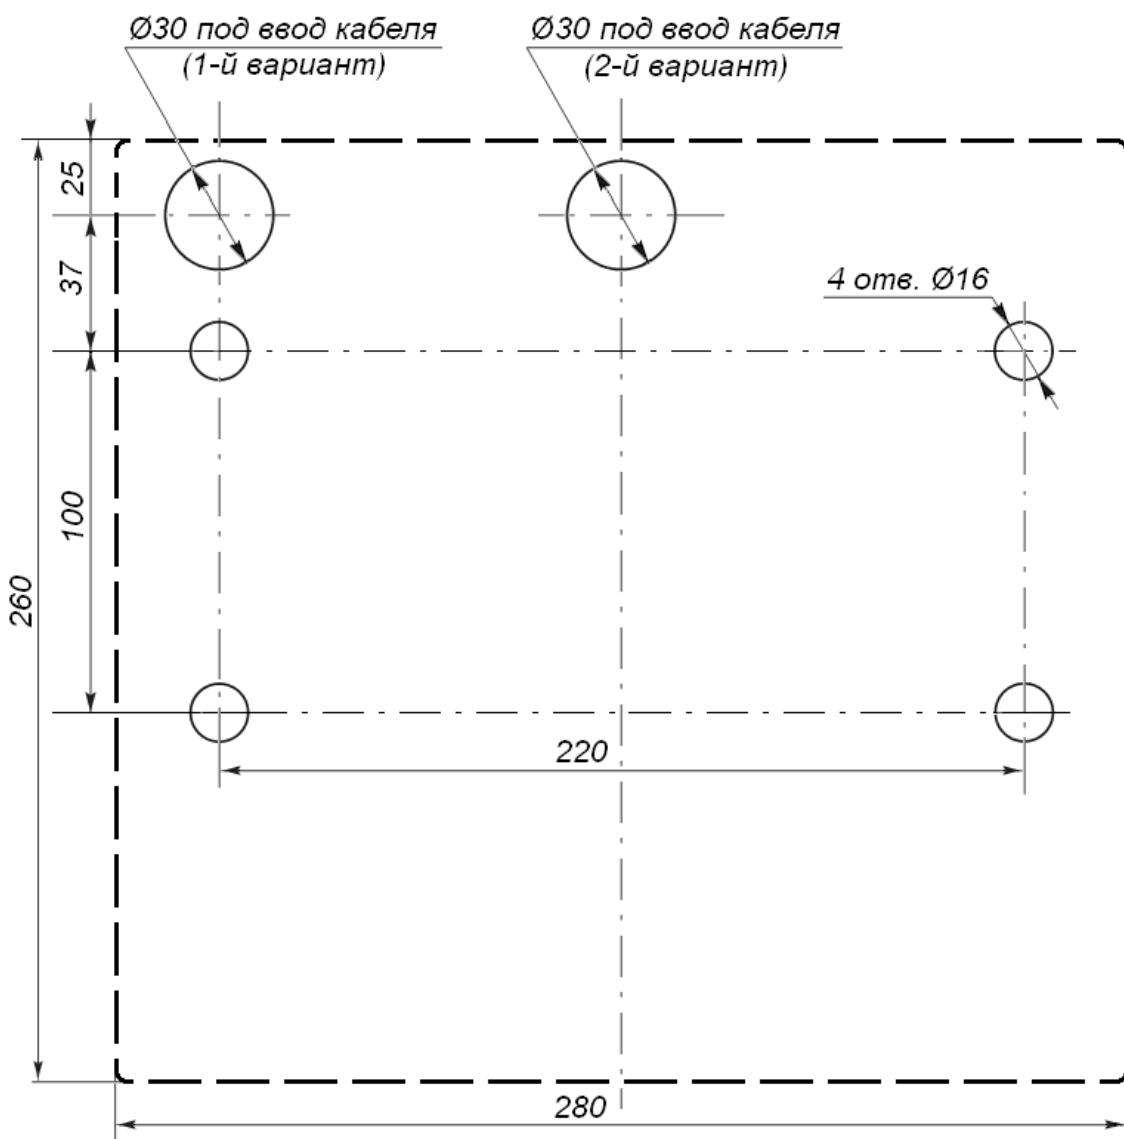

Рисунок 11. Разметка отверстий в полу под крепление стойки турникета и отверстия для ввода кабелей¹
2. Подготовьте в полу отверстия под гильзы анкеров (12) для крепления стойки турникета (см. рис. 11) и кабельные каналы согласно планировке проходной. При необходимости прокладки кабелей под поверхностью пола подготовьте в полу кабельный канал, подходящий к отверстиям для ввода этих кабелей в стойку турникета (вариант 1 или 2 на рис. 11).